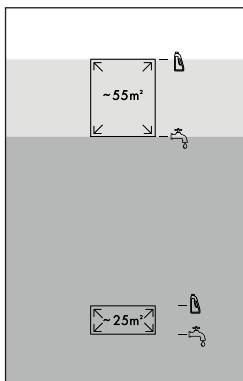

Fig. 9
- ◆ Per superfici grandi  (fino a 55 m²) versare acqua di rubinetto o acqua distillata fino al terzo segno di livello  del contenitore dell'acqua pulita 11 (vedere fig. 9).
- ◆ Per superfici grandi  (fino a 55 m²) versare detersivo fino al quarto segno di livello  del contenitore dell'acqua pulita 11 (vedere fig. 9).